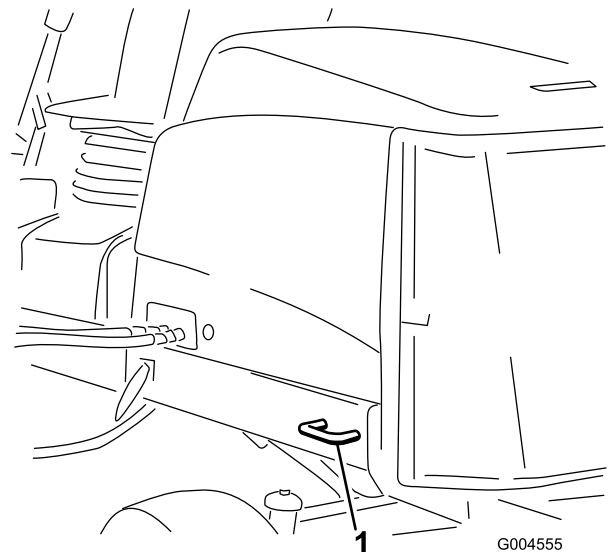

Bild 41
- **Heck der Maschine:** Jede Maschinenseite am Hinterrahmen (Bild 41).